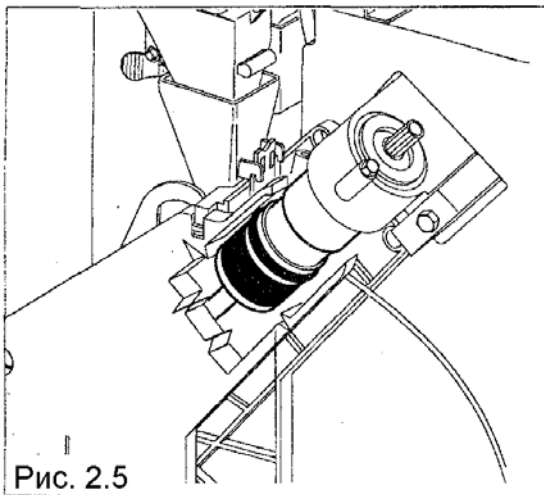

Рис. 2.5
- Редукторный двигатель группы вращения приводит ее в положение выдачи и одновременно прессует молотый кофе (рис.2.5).